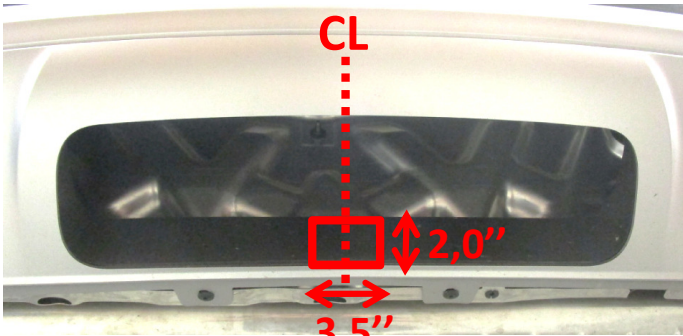

Figure 4
- 5. Découper le carénage** – À l'aide d'un ruban et d'un couteau utilitaire, découper une encoche dans la partie inférieure du carénage comme illustré à la **Figure 4**. NE PAS couper le câblage derrière le carénage inférieur central.
5. **Découper le carénage** – À l'aide d'un ruban et d'un couteau utilitaire, découper une encoche dans la partie inférieure du carénage comme illustré à la **Figure 4**. **NE PAS** couper le câblage derrière le carénage inférieur central.